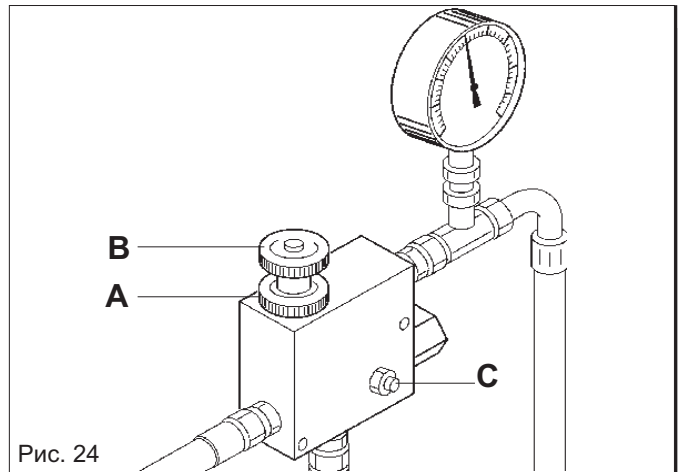

Рис. 24
При необходимости увеличить количество оборотов вентилятора для разбрасывания более тяжелых семян, но будьте осторожны при выполнении следующих операций (Рис. 24):
- а) Ослабить стопорную гайку (А Рис. 24);
- б) Повернуть по часовой стрелке или против часовой стрелки маховик (В Рис. 24) чтобы уменьшить или увеличить давление, т.е. изменить количество оборотов воздуходува.
Запрещается трогать установочный штифт (С Рис. 24), так как установка в этом случае потеряет настройку, что приведет к поломке мотора или насоса.